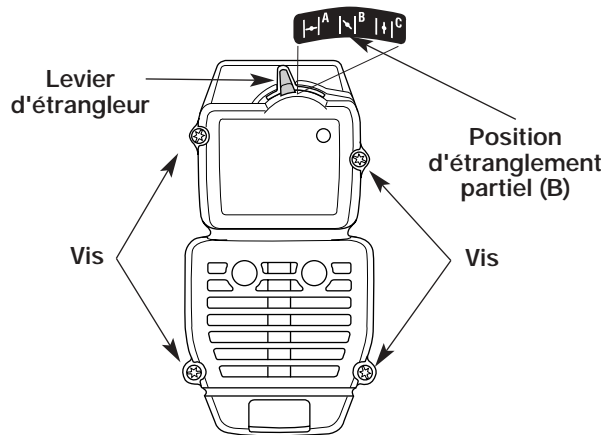

Fig. 21
1. Mettez le levier d'étrangleur en position d'étranglement **PARTIEL** (B).
**REMARQUE :** pour enlever le couvercle du filtre à air/silencieux, le levier d'étrangleur doit être en position d'étranglement **PARTIEL** (B) (Fig. 21).
2. Retirez les quatre (4) vis retenant le couvercle du filtre à air/silencieux (Fig. 21). Servez-vous d'un tournevis à lame plate ou à mèche no. 20 Torx.
2. Insérez les quatre (4) vis dans les trous du filtre à air/couvercle du silencieux (Fig. 21) et vissez sans trop serrer.